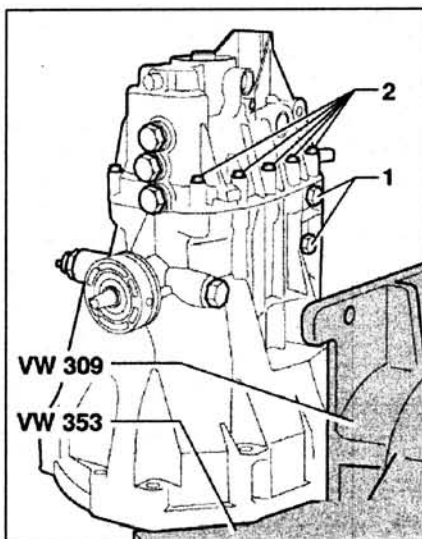

Рис. 4.39. Открутите оба болта **1** крепления вала передачи заднего хода и болты **2** крепления корпуса коробки передач к корпусу сцепления.
13. Открутите оба болта **1** крепления вала передачи заднего хода (рис. 4.39). Открутите болты **2** крепления корпуса коробки передач к корпусу сцепления. С помощью пластикового